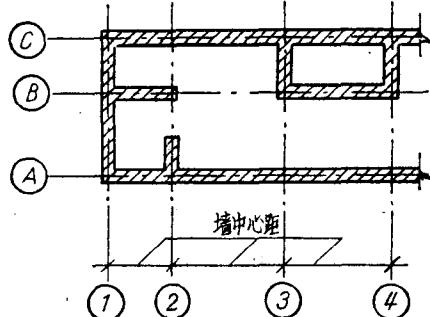
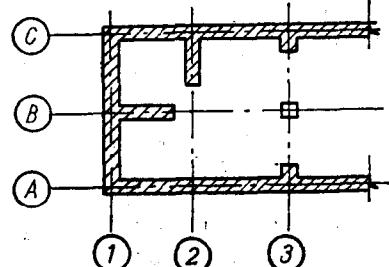

图 6 墙中心距注法之一
图 7 墙中心距注法之二
(4) 查看墙中心距。在有些房屋中, 遇到没有柱子的情况下, 轴线编号是按承重墙(搁置梁或板的墙)来编的, 例如附图一。墙中心距就是一堵墙的中心到相邻另一堵墙中心之间的距离, 如图 6。如果在建筑物中, 有柱又有承重墙, 则可把柱和承重墙混在一起编, 如图 7。